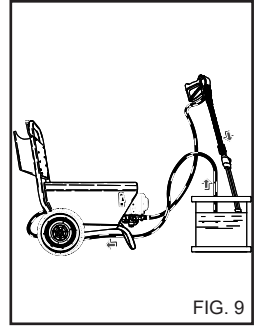

FIG. 9
- 1) Nach einem Waschvorgang mit Reinigungsmittel den Absaugzyklus nachspülen; das Absaugrohr (Fig.9) in einen Kanister mit sauberem Wasser stecken und die Pumpe bei völlig geöffnetem Dosierungshahn und bei Lanze in Reinigungsmitel-Abgabeposition eine Minute lang laufen lassen.
4) Nach einem Waschvorgang mit Reinigungsmittel den Absaugzyklus nachspülen; das Absaugrohr (Fig.9) in einen Kanister mit sauberem Wasser stecken und die Pumpe bei völlig geöffnetem Dosierungshahn und bei Lanze in Reinigungsmittel-Abgabeposition eine Minute lang laufen lassen.